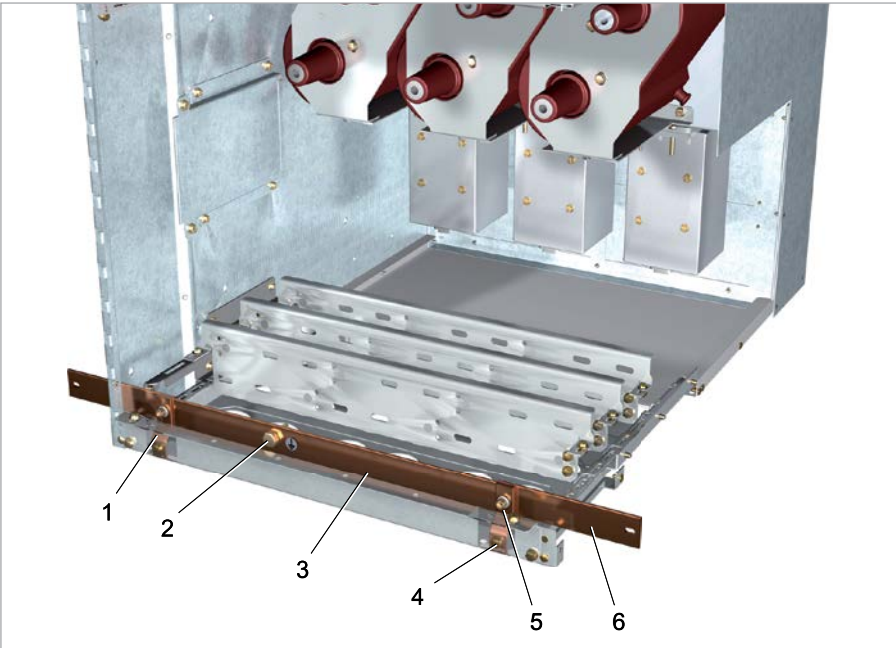

Fig. 27
2. Pousser le rail de jonction (Fig. 27, pos. 6) au travers de l'évidement dans le sous-bassement de cellule vers la cellule voisine.